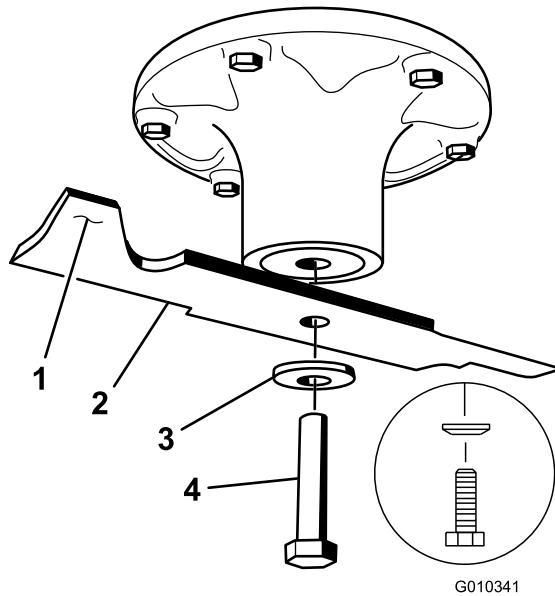
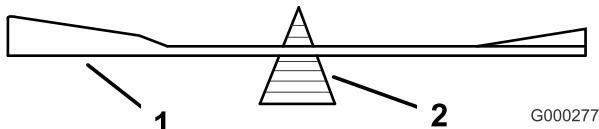

Bild 61
Bild 63
Halten Sie das Ende des Messers mit einem stark wattierten Handschuh oderwickeln Sie einen Lappen um es herum. Entfernen Sie die Messerschraube, Wellenscheibe und das Messer von der Spindelwelle (Bild 61).
2. Überprüfen Sie die Auswuchtung des Schnittmessers auf einer Ausgleichsmaschine (Bild 63). Wenn das Schnittmesser in seiner horizontalen Position bleibt, ist es ausgewuchten und kann wiederverwendet werden. Feilen Sie, wenn das Schnittmesser nicht ausgewuchten ist, vom Flügelbereich des Messers etwas Metall ab (Bild 61). Wiederholen Sie diesen Vorgang, bis das Messer ausgewuchten ist.
1. Setzen Sie das Messer auf die Spindelwelle (Bild 61).
2. Setzen Sie die Federscheibe und die Messerschraube ein. Der Konus der Federscheibe muss bei der Installation in Richtung Schraubenkopf zeigen (Bild 61). Ziehen Sie die Messerschraube mit 135 bis 150 Nm an.